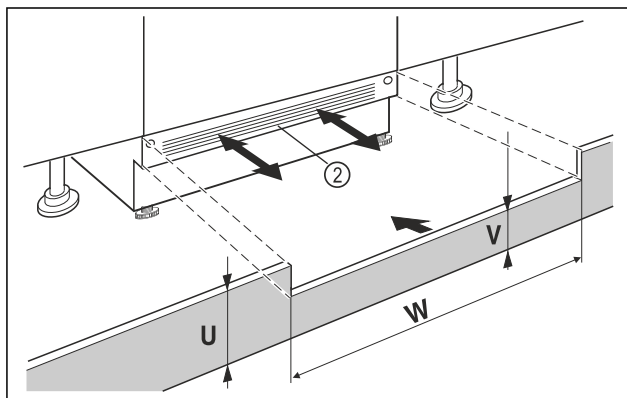

Fig. 91 Vejledende illustration
- Påsæt enhedens sokkelpanel Fig. 91 (2), men uden at fastgøre den.
- Ved synligt sokkelpanel Fig. 91 (2) skal det trækkes så langt frem som muligt, så forkanten af ventilationsgitteret og møbelsokkelpanelet danner ét plan.
- Ved skjult sokkelpanel Fig. 91 (2) skal det skubbes helt tilbage.
- Se til, at ventilationsslidserne er helt frie: Ved behov kan man tilskære møbelsokkelpanelet Fig. 91 (U) i højden!
- Langs nichebredden Fig. 91 (W) tilpasser man stanghøjden Fig. 91 (V) under enhedssokkelpanelet Fig. 91 (2).